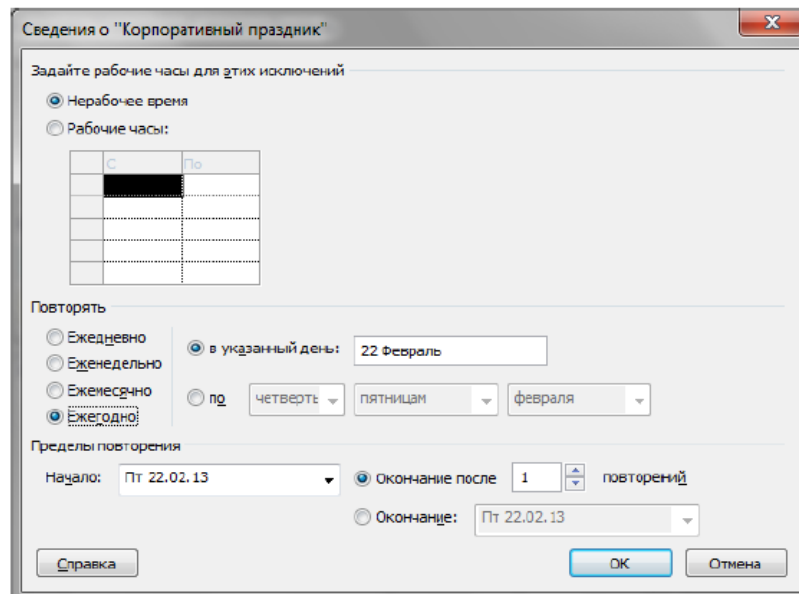

Рис. 4.7. ВД Сведения для наладки параметров винятків календаря
3. У ВД **Изменение рабочего времени** відкрийте вкладку **Винятки**. Введіть описову назву виключення, наприклад, Корпоративне свято, і час початку та закінчення періоду для цього винятку. Якщо виняток буде повторюватися, натисніть кнопку **Подроbiцi**. Відкриється ВД **Сведения** для налаштування додаткових відомостей (рис. 4.7).